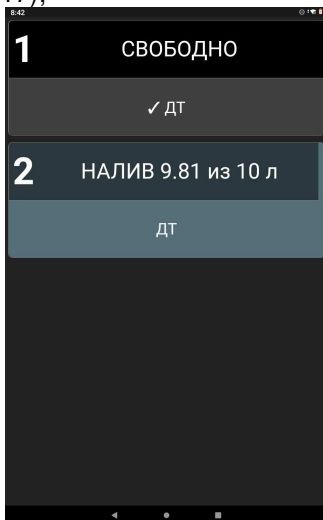

Рисунок 17
– в процессе отпуска топлива на экране планшета будет отображаться прогресс налива, с указанием количеством топлива, отпущенного на данный момент времени (рисунок 17);